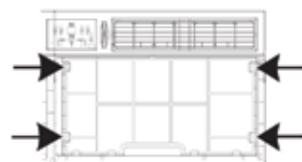

FIG. 2
3. Localisez et retirez les quatre vis avant. Ces vis seront nécessaires pour réinstaller le panneau avant plus tard. (Voir Fig. 2.)